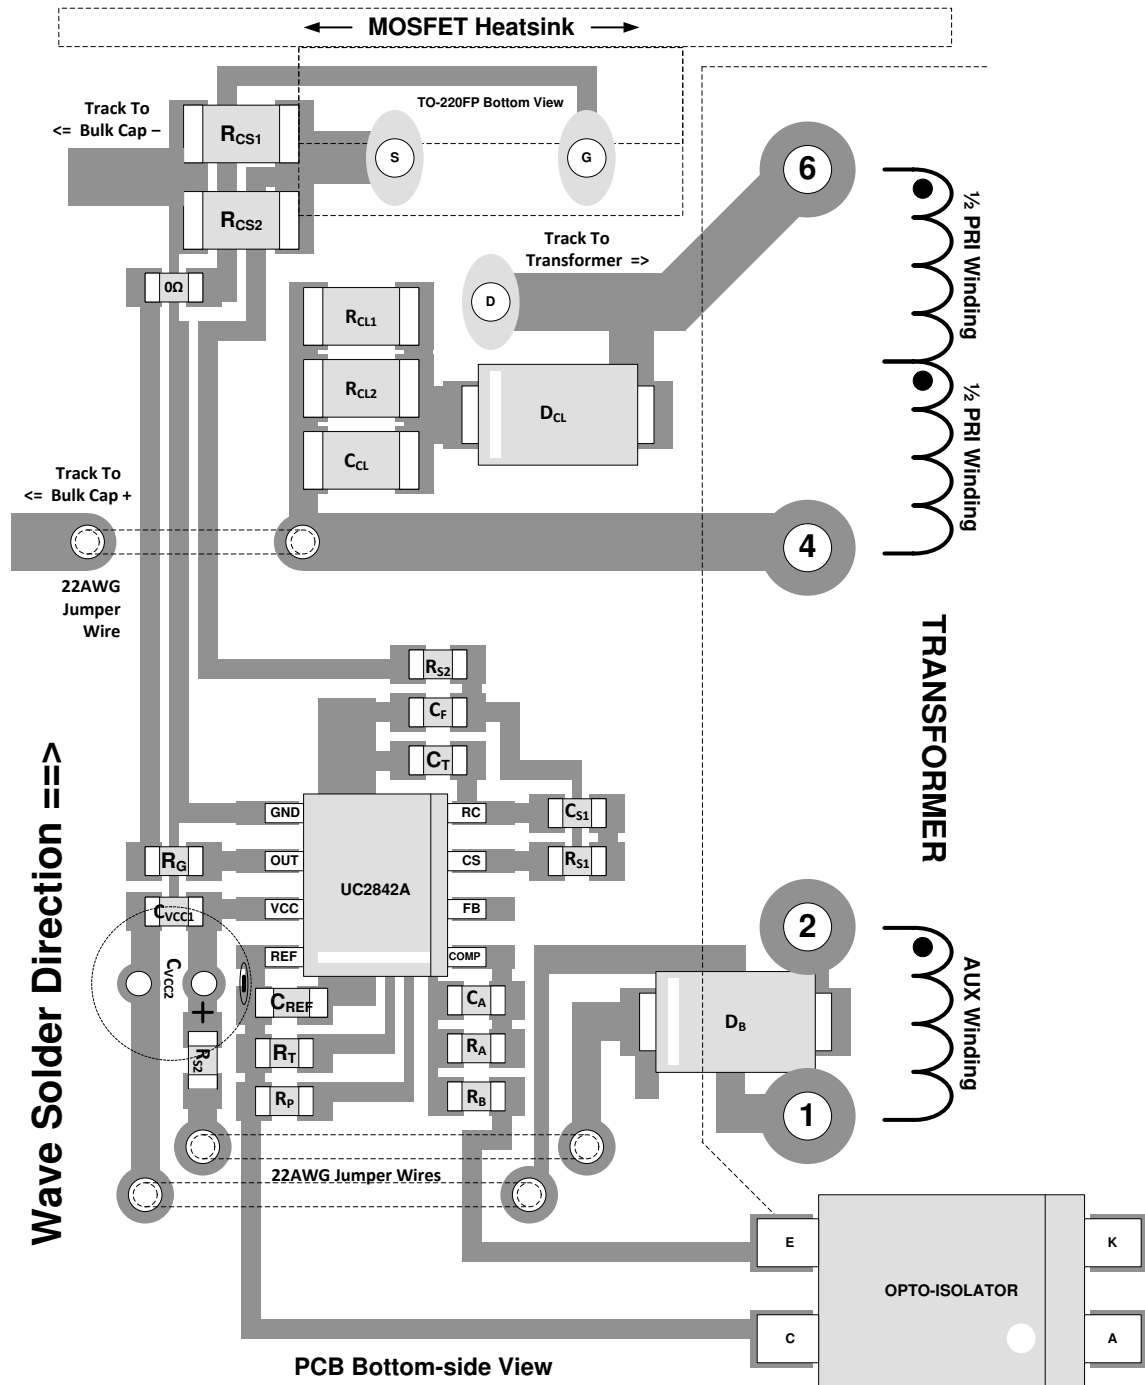

图 8-6. 布局图
- 图 8-6 显示了为单层板上的波峰焊而布置的 SMD 元件。如果使用多层，可能会重新排列一些组件，以便于互连并减少电流环路面积。如果焊接工艺允许，将 SMD 组件垂直放置可以改善互连并减少环路面积。